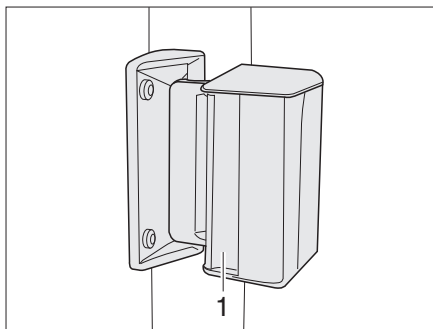

Fig. 62 Fenêtre coulissante
- Appuyer sur la poignée (Fig. 62,1) et la pousser ou tirer simultanément vers l'avant ou l'arrière.